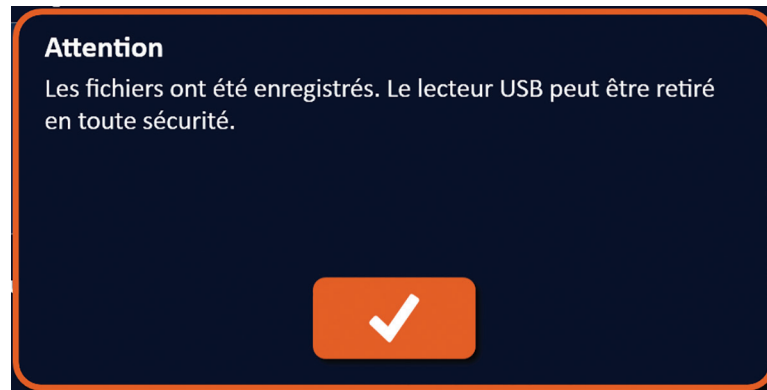

Figure 9.1.4 : Fenêtre contextuelle de fichiers de procédures enregistrés
4. Cliquez sur le bouton  pour enregistrer une copie des fichiers de procédures sur le dispositif de stockage USB et fermer la boîte de dialogue Exporter. Une fois les fichiers exportés, une fenêtre contextuelle Attention apparaît, Figure 9.1.4 et le dispositif de stockage USB peut être retiré en toute sécurité.